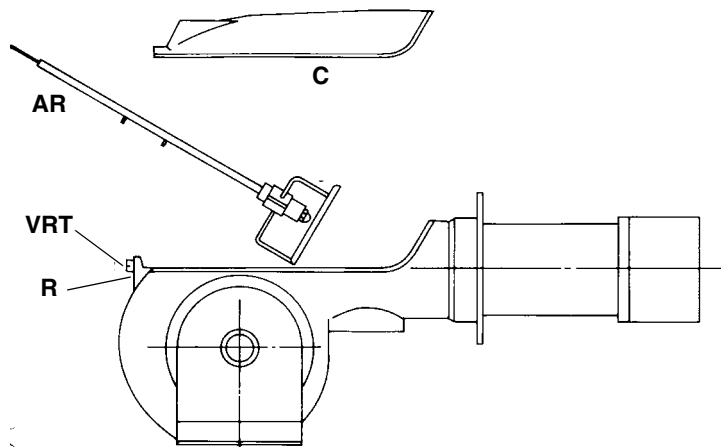

Fig. 20
- Smontaggio, pulizia e verifica della testa di combustione (vedere Fig. 20).
- 5 estrarre il gruppo completo come indicato in Fig. 20.